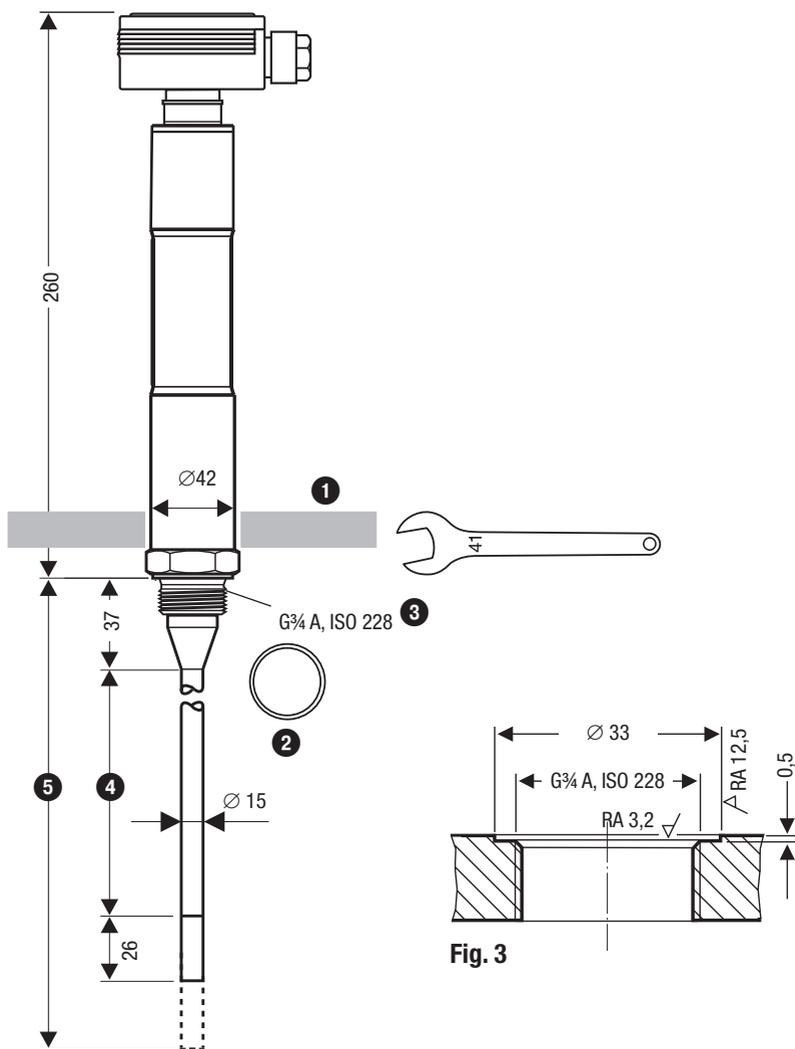

Fig. 3
- Les surfaces d'étanchéité du raccord fileté ou de la bride doivent être parfaitement usinées selon la **Fig. 3** !
1. Contrôler les surfaces d'étanchéité. **Fig. 3**
2. Poser le joint fourni ② sur la surface d'étanchéité du raccord fileté ou de la bride. **Fig. 3**
3. Enduire le filetage de l'électrode ③ d'un peu de graisse silicone résistant aux températures élevées (par ex. WINIX® 2150).